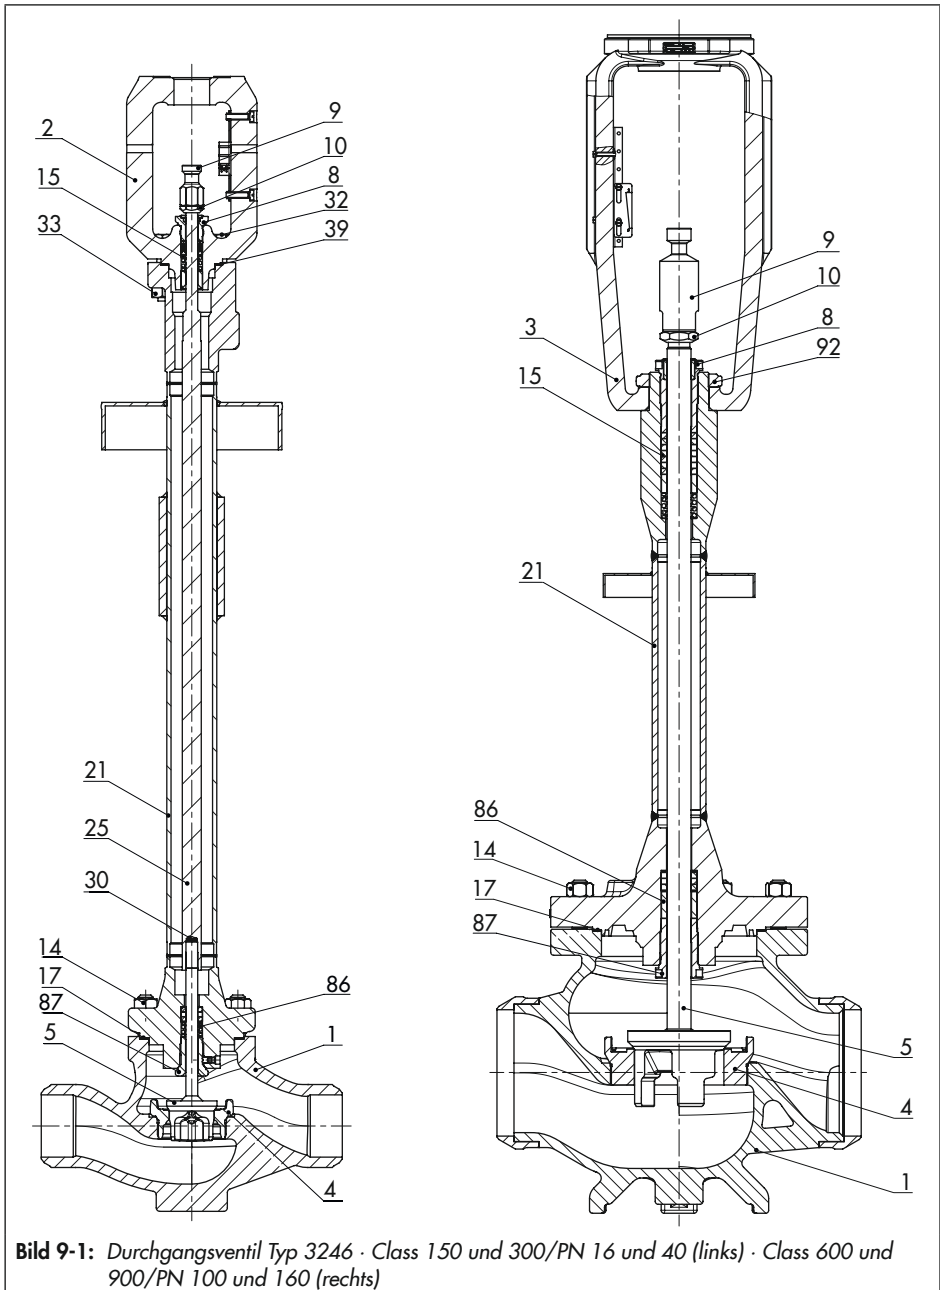

Bild 9-1: Durchgangsventil Typ 3246 · Class 150 und 300/PN 16 und 40 (links) · Class 600 und 900/PN 100 und 160 (rechts)
4. Gewindebuchse (87) lösen.
5. Kegel mit Kegelstange (5) von der Kegelstangenverlängerung (25) schrauben und aus dem Isolierteil (21) herausziehen.
8. Einzelteile der Zirkulationssperre mit einem geeigneten Werkzeug vorsichtig in den Packungsraum einschieben. Korrekte Anordnung beachten, vgl. Bild 9-1.